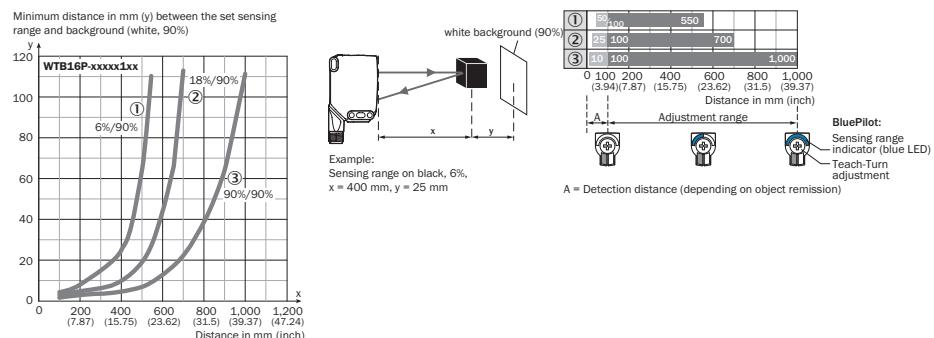

図 87: 特性曲線 1、WTB16P-xxxxx1xx、赤色光
背景抑制用の最小間隔 (= y) は、図 [図 87 ①] に基づいて以下の通り求めることができます: